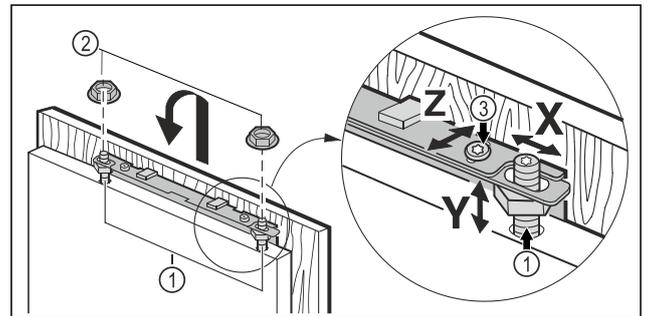

Fig. 18
- Agganciare la porta del mobile sui bulloni di registrazione Fig. 18 (1) e avvitare i controdadi Fig. 18 (2), senza serrarli, sui bulloni di registrazione.
- Allineare la porta del mobile all'altezza Y e all'inclinazione laterale: Regolare i bulloni di registrazione Fig. 18 (1) con un cacciavite.
- Serrare Fig. 18 (3) i controdadi.